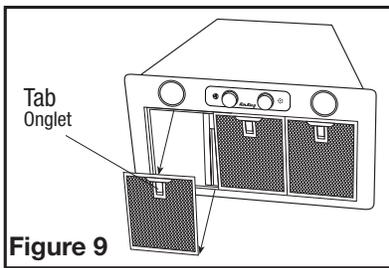

Figure 9
- To remove the filters, pull down on the handle tab until the filter releases from the unit. To reinstall, slide tab at rear of filter into slot in the unit. While holding in handle of filter, lift filter into place and release handle. The filter should snap securely into place (**Figure 9**).
2. Pour retirer les filtres, tirez l'onglet de la poignée vers le bas jusqu'à ce que les filtres se dégagent de l'unité. Pour réinstaller, glissez l'onglet à l'arrière du filtre dans la fente dans l'unité. Tout en maintenant la poignée ou le filtre, soulevez le filtre en place et relâchez la poignée. Le filtre doit cliquer solidement en place (**Figure 9**).